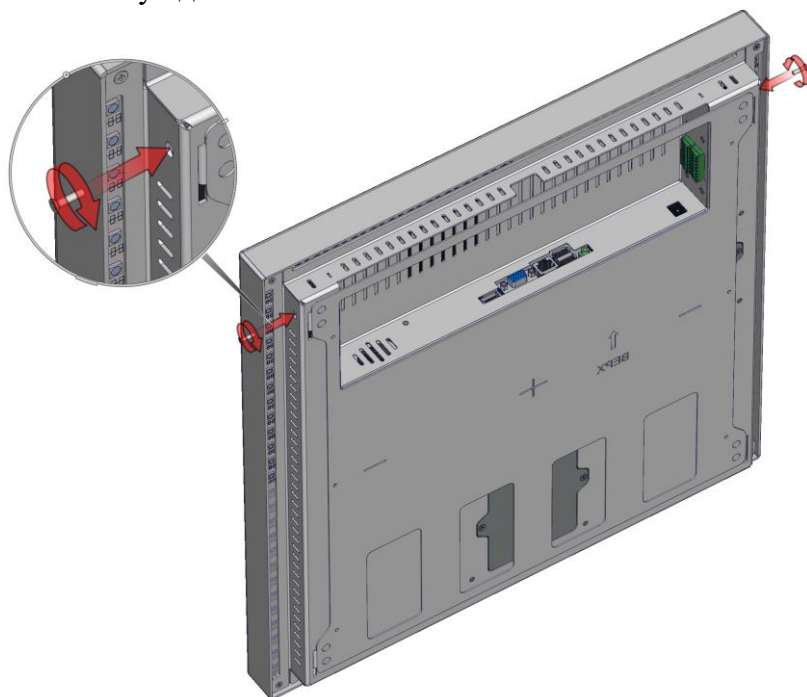

Рисунок 11.4 Фиксирование Устройства на настенном крепежном кронштейне
3. Зафиксировать винтами Устройство на крепежном кронштейне (рис. 11.4 и 11.5).